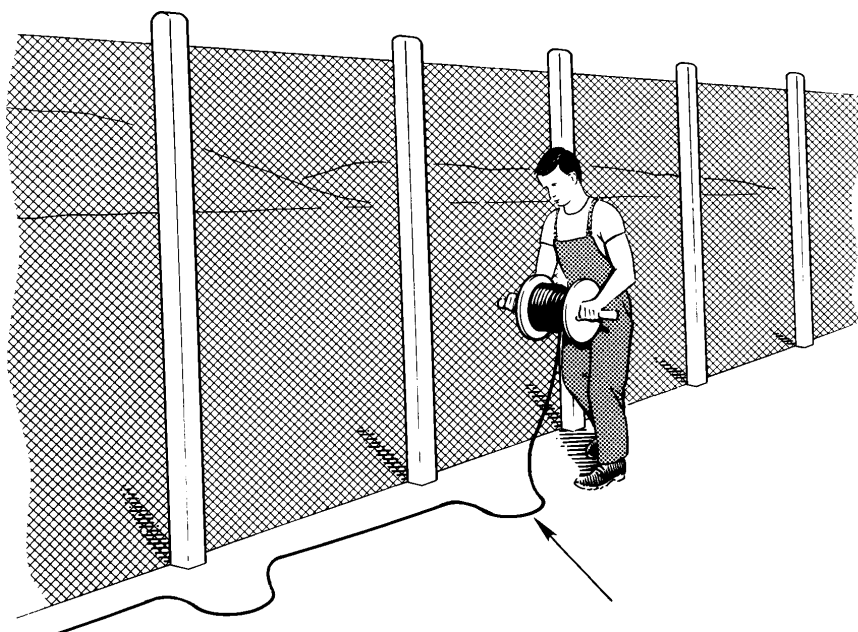
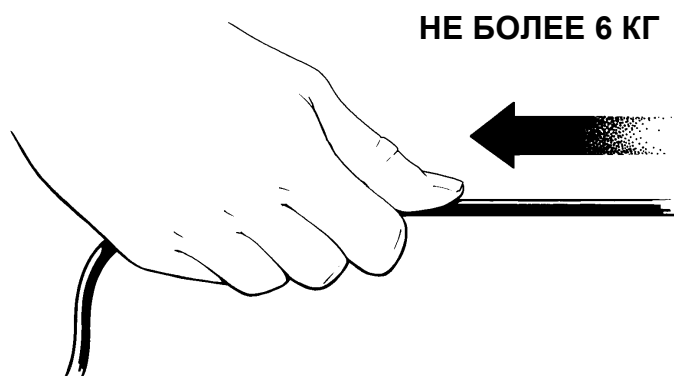
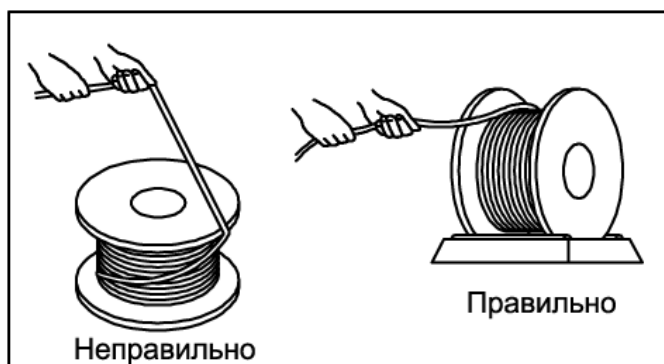
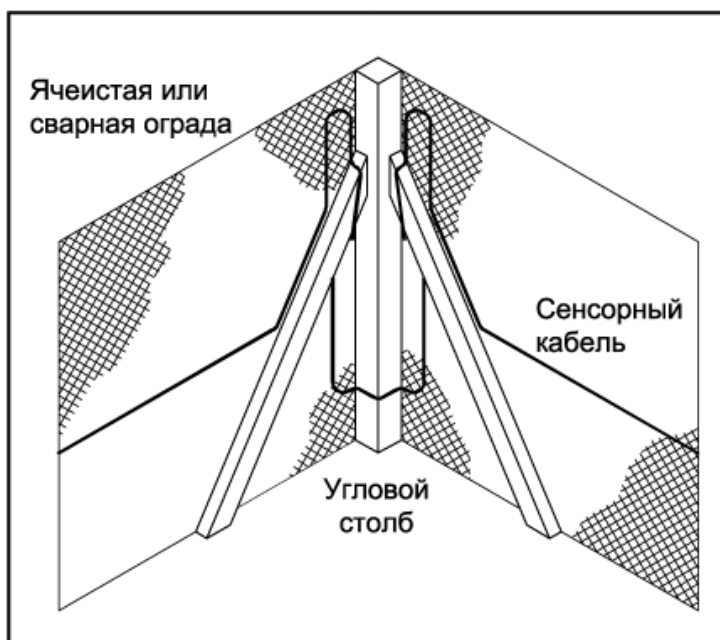

Рис. 1. Размотка сенсорного кабеля и петли кабеля, оставляемые у столбов ограды.
Рис. 4. Натяжение сенсорного кабеля не должно превышать 6 кг.
Рис. 7. Размотка кабеля с катушки.
Рис. 8. Монтаж сенсорного кабеля вблизи угловых столбов.
1. Размотка сенсорного кабеля с катушки всегда должна осуществляться с использованием оси, вставляемой в центральное отверстие катушки. В противном случае возможно образование петель кабеля и повреждений внутри него. На Рис. 1 показан рекомендуемый способ разматывания сенсорного кабеля с катушки перед прикреплением его к ограде. При разматке катушки убедитесь, что сенсорный кабель разматывается без рывков и усилий. Следует иметь в виду, что для разматки кабеля с большой катушки требуется 2 человека.
4. Допустимое максимальное натяжение сенсорного кабеля не должно превышать 6 кг (13 фунтов). Более сильное натяжение вызывает внутренние повреждения кабеля, которые трудно заметить по внешней оболочке (См. Рис. 4).
Стальные столбы используются в качестве опор для оград из сварных решеток. Иногда возможно пропустить сенсорный кабель сквозь отверстия в столбе и т.о. избежать формирования петель вокруг столбов. Предполагается, что кабель при этом сматывается с катушки с помощью приспособления, показанного на Рис. 7 справа, а не кладется на землю, как это показано на Рис. 1. Когда кабель сматывается с катушки с помощью такого приспособления (Рис. 7 справа), один человек вращает катушку кабеля на роликах, в то время как другой человек аккуратно вытягивает сенсорный кабель из катушки, не подвергая его излишнему натяжению. Катушка **не должна** вращаться только за счет натяжения вытягиваемого сенсорного кабеля. См. Рис. 4.
Расположите сенсорный кабель вблизи угловых столбов так, как это показано на Рис. 8. Такая конфигурация с дополнительными петлями сенсора повысит вероятность обнаружения вторжения.
2. Проденьте трубку или стержень через центр катушки с кабелем и двигайтесь к другому краю зоны, разматывая сенсорный кабель с катушки и оставляя его лежать на земле (См. Рис. 1). Вращайте катушку с кабелем при движении.
3. Расположите кабель в ненапрянутом состоянии на земле, образуя петли кабеля вокруг столбов ограды (Рис. 1) и угловых стоек (Рис. 8).